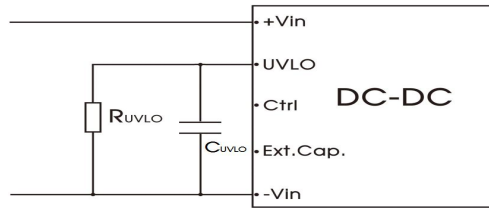

图 9
- 3.UVLO 引脚可以通过外部电阻 RUVLO 调节输入欠压保护点，RUVLO 的具体数值请参考图 9，如果该引脚悬空，欠压保护点为 11V。
3. 电阻 RUVLO 用于调节输入欠压保护点，取值可参考图 9。